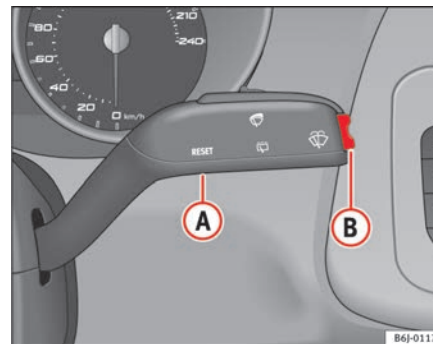

Abb. 32 Scheibenwischerhebel: Taste A und Wippentaste B
- Bei eingeschalteter Zündung drücken Sie kurz die Taste ⇒ Seite 57, Abb. 32 **A** im Scheibenwischerhebel, um zwischen den beiden Speichern zu wechseln.